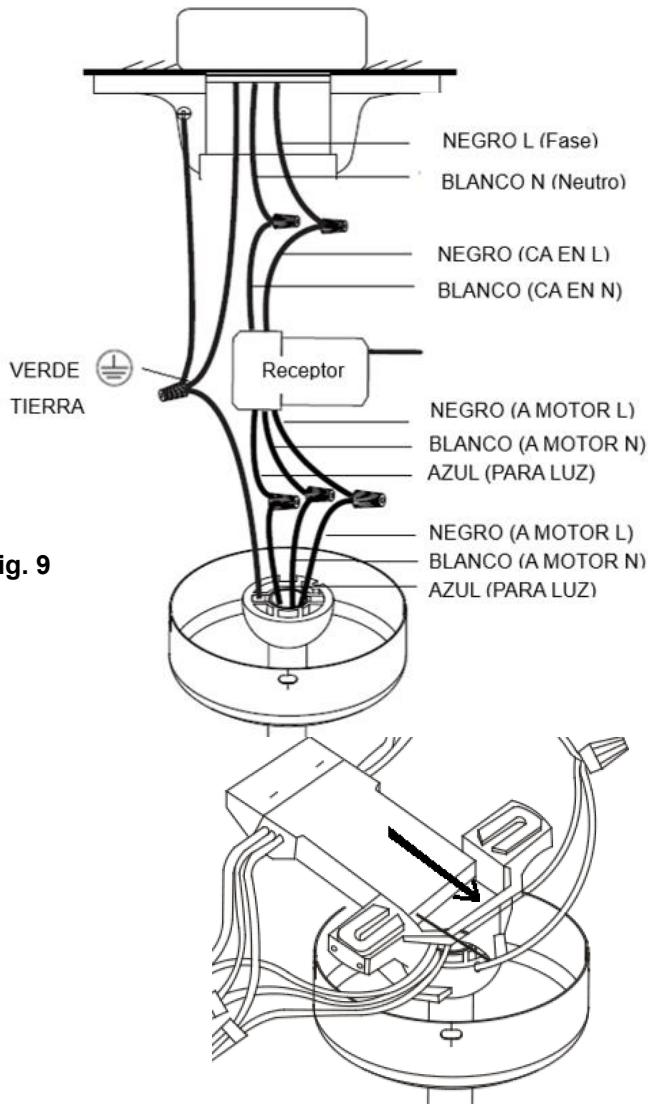

Fig. 9
1. Conecte el cable de fase doméstico (negro) al cable de entrada del receptor (negro, CA EN L) como muestra la **Fig. 9**.